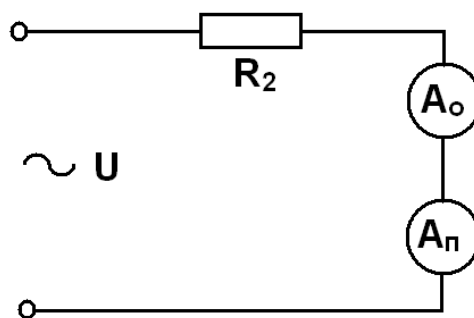

Рис.2. Схема поверки амперметра
5. Собрать схему (рис.2) и представить её для проверки преподавателю. Произвести поверку амперметра в аналогичном для вольтметра порядке. Данные занести в табл. №3. При этом  $I_{ном}= 1,0$  А.